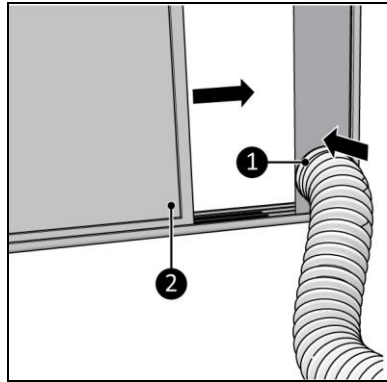

Figure 11
4. Fermez la fenêtre (Figure 11, pos. 2) ; ceci maintiendra le kit de fenêtre en place.
5. Reliez le raccordement de kit de fenêtre au kit de fenêtre (Figure 11, pos. 1).